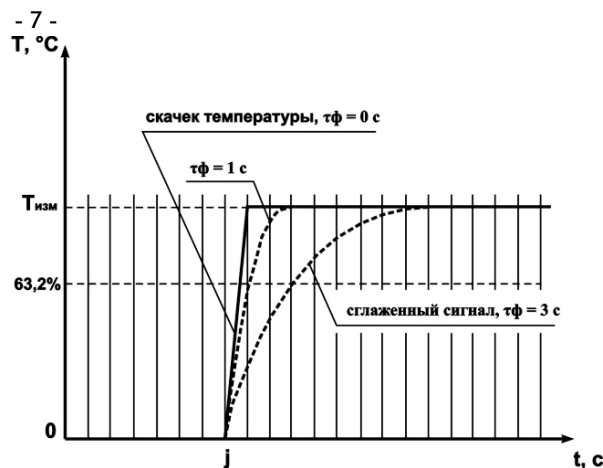

Рисунок 3.6
3.2.4.2 Цифровой фильтр устраняет шумовые составляющие сигнала, осуществляя его экспоненциальное сглаживание. Основной характеристикой экспоненциального фильтра является $\tau\phi$ — постоянная времени цифрового фильтра, параметр $Ft1$ ($Ft2, Ft3, Ft4$) — интервал, в течение которого температура достигает 63,2% измеренного значения $T_{изм}$ (рисунок 3.6).